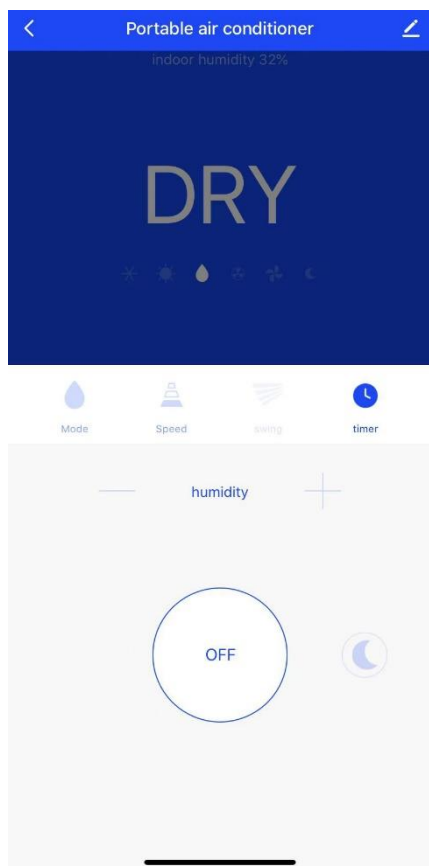
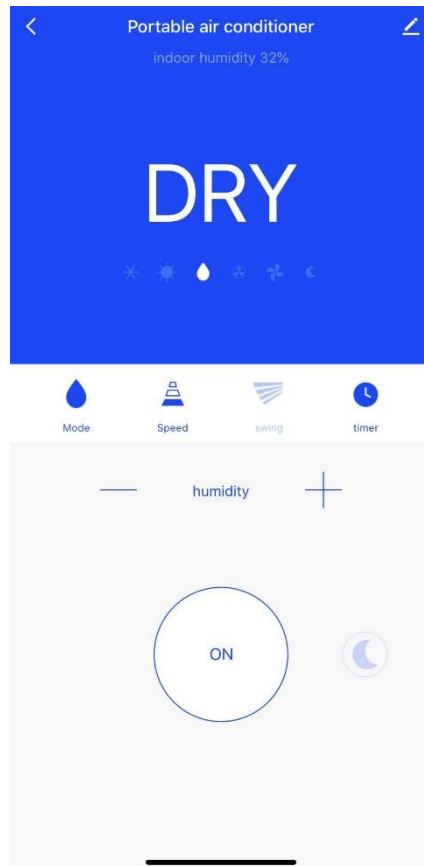

Fig. 8
Fig. 9
1. Seleccione «OFF» en la Fig. 8; la interfaz cambiará a la Fig. 9 y el aparato comenzará a funcionar.